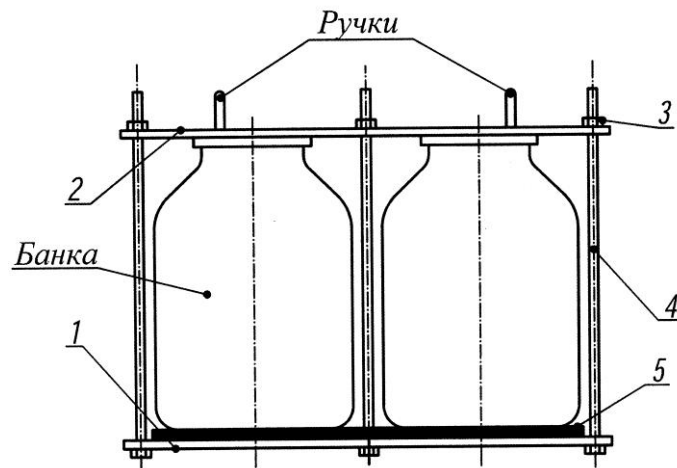

Рис. 2 Кассета
- при необходимости вынуть кассету с банками из корпуса автоклава, взявшись двумя руками за ручки крышки 2 (рис. 2) (предварительно слив воду);
Установить в кассету подготовленное количество банок с закатанными продуктами согласно таблице 2.2. (где показана максимальная вместимость) и надежно зафиксировать банки в кассете с помощью зажимных гаек 3 (рис. 2), затягивая их крест-накрест ключом с лёгким усилием.
ВНИМАНИЕ! Если Вы используете стеклянную тару с крышками «твист-офф» (закручивающиеся крышки), то крышку 2 (рис.2) можно не устанавливать.
При установке банок в два слоя, банки верхнего слоя устанавливаются непосредственно на банки нижнего слоя без резиновой прокладки 5 (рис.2). Банки должны располагаться как можно ближе к шпилькам. Банки должны иметь одинаковую высоту.
5.24. После остывания банок до комнатной температуры открутить гайки 3 (рис. 2), снять крышку 2, вынуть банки с консервируемой продукцией и проверить состояние крышек, банок и прочность закатки.
7.4. Перед транспортировкой снять шланг слива, вывернуть сливной кран, вывернуть ручки 2 (рис. 1), вытащить из колбы термометр и запаковать его в коробочку. Уложить всё это вместе с кассетой внутрь корпуса автоклава. «Руководство по эксплуатации» и «Технологическую инструкцию» положить в полиэтиленовый пакет и уложить в корпус автоклава. Перевернуть крышку 12 (рис. 1) клапаном вниз и, используя 2 гайки 3 (рис. 2), закрепить крышку на корпусе.